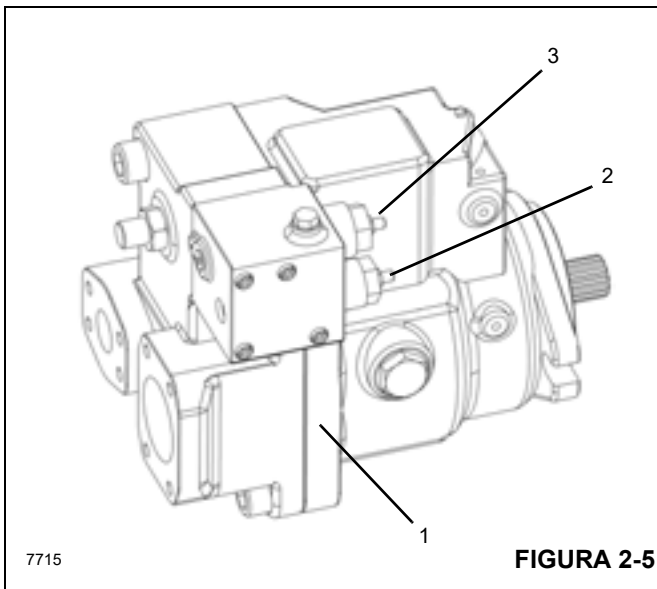

FIGURA 2-5
A bomba hidráulica de pistão axial (1) (Figura 2-5) converte o torque de entrada em energia hidráulica. A força rotacional é transmitida através de um eixo de entrada para um bloco de cilindros. O bloco de cilindros giratório possui nove pistões de movimento alternado. Cada pistão tem um patim de latão conectado em uma extremidade por uma junta esférica. O movimento alternado dos pistões ocorre quando os patins deslizam contra uma placa oscilante inclinada
O controle de reserva do sensor de carga (LS), (2) (Figura 2-5), faz a correspondência entre a vazão da bomba e a demanda do sistema. O controle do LS detecta a demanda de vazão do sistema como uma queda de pressão em uma ECV (válvula de controle externo). Conforme a ECV abre e fecha, a diferença de pressão na válvula muda. Abrir a ECV diminui a diferença de pressão e fechar a ECV aumenta a diferença de pressão. Então, o controle do LS aumenta ou diminui a vazão da bomba para o sistema até que a diferença de pressão se torne igual ao ajuste do LS. A vantagem do sistema de controle do sensor de carga é que apenas a vazão necessária para fazer o trabalho é bombeada através do sistema. Isto aumenta a eficiência e reduz a temperatura do sistema.
- Um valor máximo ajustável pela seção de Compensação de pressão (PC), [3] (Figura 2-5), de controle da bomba.